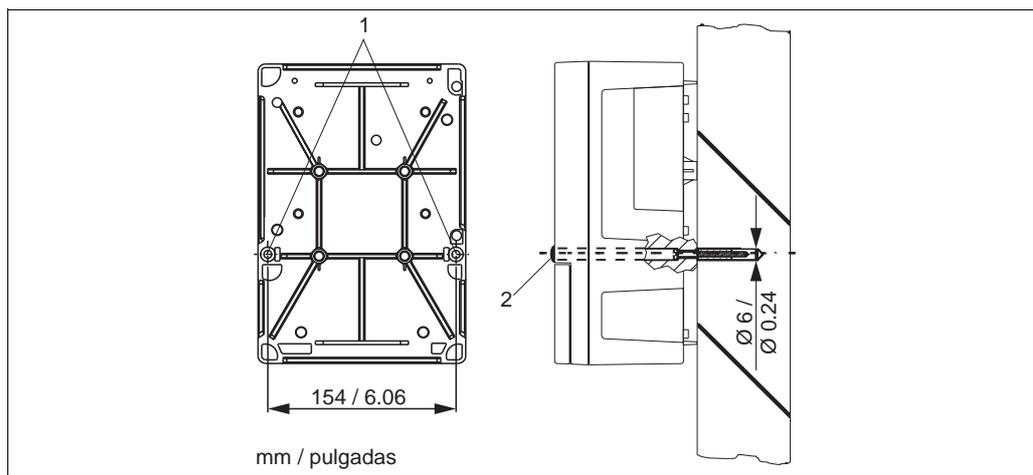

Fig. 7: Montaje del equipo de campo en pared
1. Taladre los orificios tal como se ilustra en la Fig. 7 .
2. Atornille los dos tornillos de fijación a través de los orificios (1) desde la parte frontal.
4. Tape los orificios con tapones (2) de plástico.